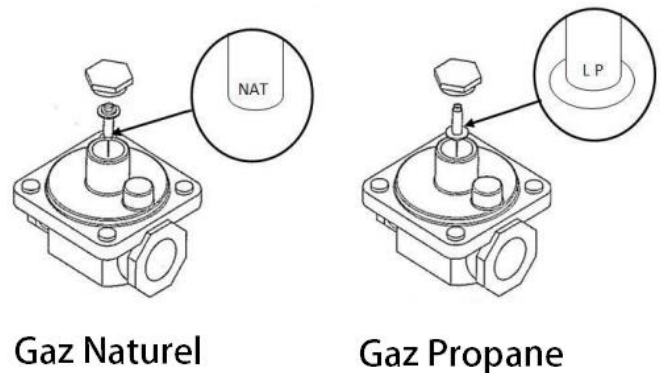

Fig.2
2. Régler le régulateur en inversant le bouchon à ressort du régulateur (Fig. 2).